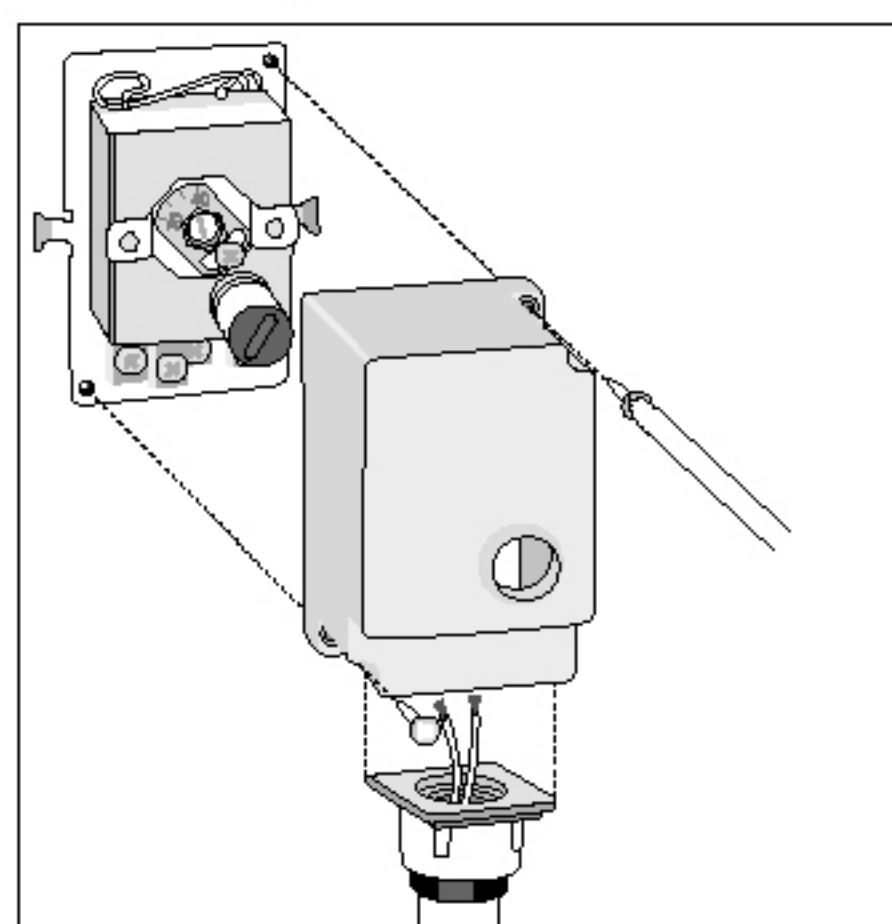

fig.4 - euc.4
B) Rimuovere il coperchio dal prodotto svitando le due viti. Portare i fili dell'impianto attraverso l'apposito passacavo ed eseguire gli allacciamenti alla morsetti (fig.4) come indicato al paragrafo seguente "collegamenti elettrici". Riagganciare il coperchio al prodotto mediante le due viti.
B) Remove the thermostat front cover releasing the two provided screws. Thread the power supply wires in the relevant fairlead and connect them to the thermostat terminals (fig.4) according to the instructions of the following paragraph "Wiring Connections". Snap the front cover back and tighten it by means of the provided screws.